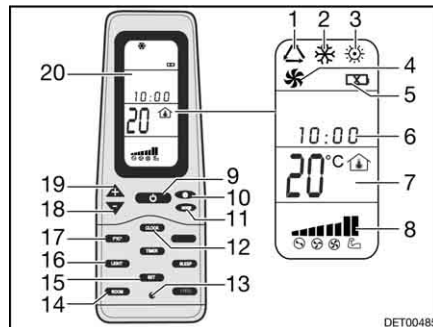

Fig. 202 Mando a distancia
- Pulsar la tecla ON/OFF (Fig. 202,9).
- Pulsar la tecla "Mode" (Fig. 202,11) las veces que sean necesarias hasta que se visualice el modo de funcionamiento deseado (Fig. 202,1, 2, 3 ó 4) en el display (Fig. 202,20).
- Ajustar la temperatura deseada con las teclas "+" (Fig. 202,19) y "-" (Fig. 202,18).
- Seleccionar la etapa deseada del ventilador con la tecla Velocidad del ventilador (Fig. 202,10).
Desconectar: ■ Pulsar la tecla ON/OFF (Fig. 202,9).